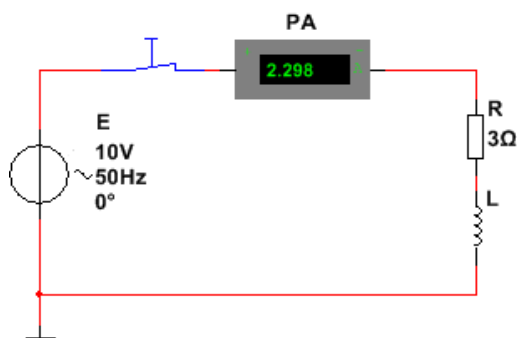

Рис.3
5. Для определения величины индуктивности катушки использовать схему (рис. 3). Занести результаты измерений в табл. 3. Рассчитать величину индуктивности катушки L . Результат занести в табл. 3.